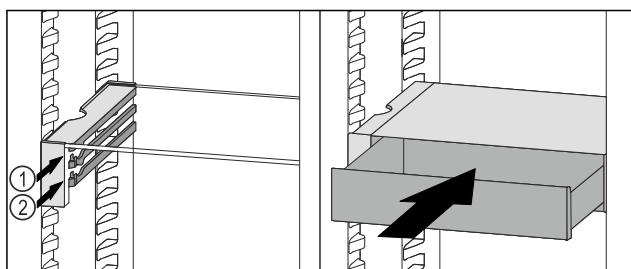

Fig. 205
- Vendosni sirtarin VarioSafe prapa ndaluesve në brinjën që dëshironi Fig. 205 (1) ose Fig. 205 (2).